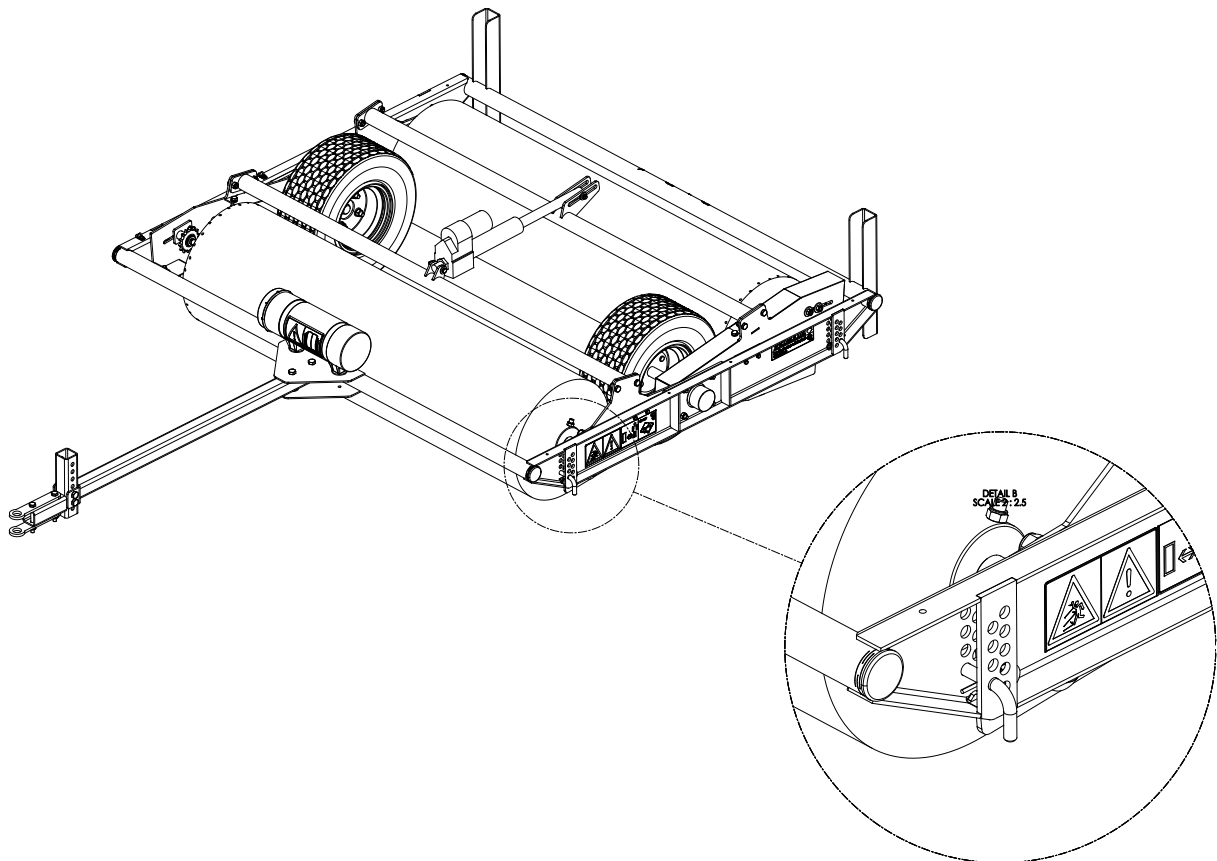

Bild 10
2. Ta bort R-klippet från stiftet (1) (Bild 10).